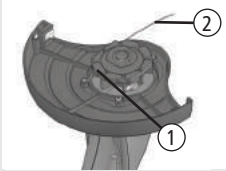

Fig. 13
Mantenha o porta carretel (1) fixo, segure o fio de nylon (2) e puxe-o para cima. Faça o fio deslizar para fora do carretel até um comprimento aproximado de 8 cm, [Fig. 13].